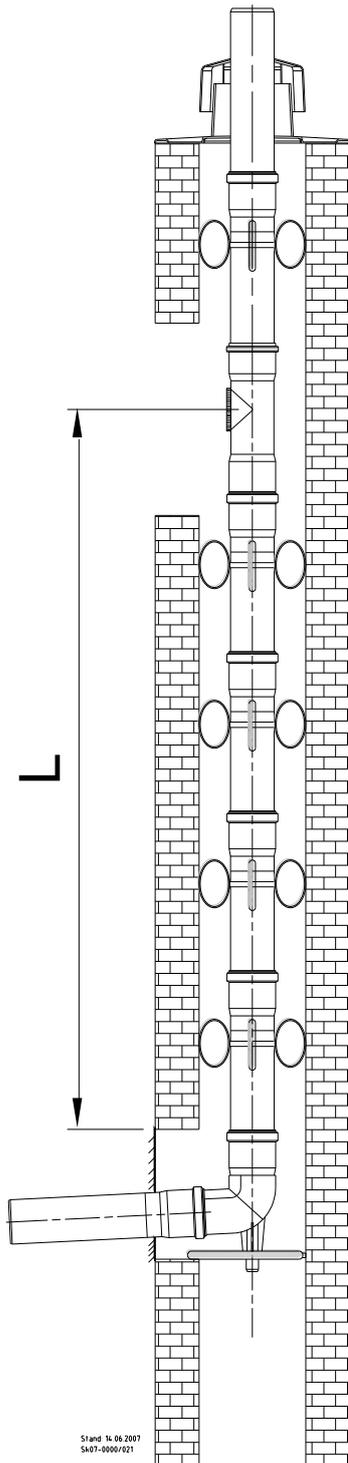

Abb. 38: Kaminsystem, starr, zur Ermittlung von Abstandsmaß L
- ➔ Ermitteln Sie das Maß L (s. Abb. 38) zwischen Stützbogen und Revisionsstück.